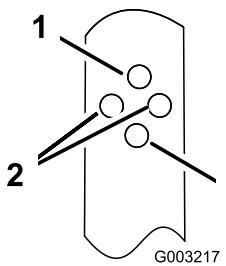

Bild 16
2. Stecken Sie die Schraube durch das Loch an jeder Griffhalterung, mit der der Griff in die gewünschte Stellung gebracht wird (Bild 16).